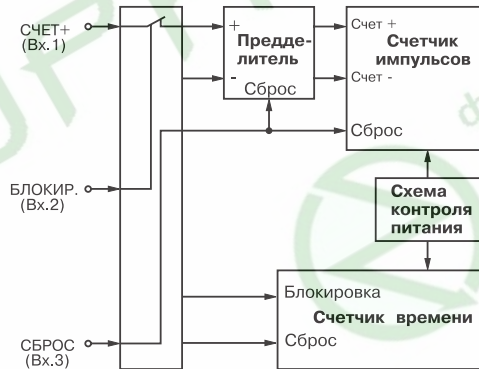

Рис. 11. Прямой счет импульсов с возможностью блокировки и сброса по отдельным входам
3.1.7.3. **Прямой счет импульсов с возможностью блокировки и сброса по отдельным входам** задается при значениях  $inP=2$  (рис. 11).